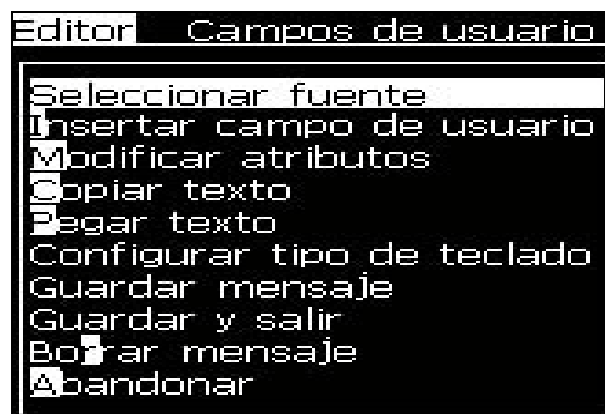

Figura 5-48: Menú Editor
- 1 Pulse las teclas *Alt + E* o pulse *F1*. Aparecerá el menú *Editor* (consulte Figura 5-48).